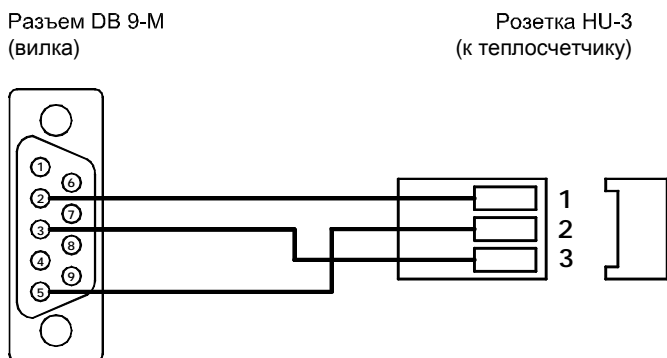
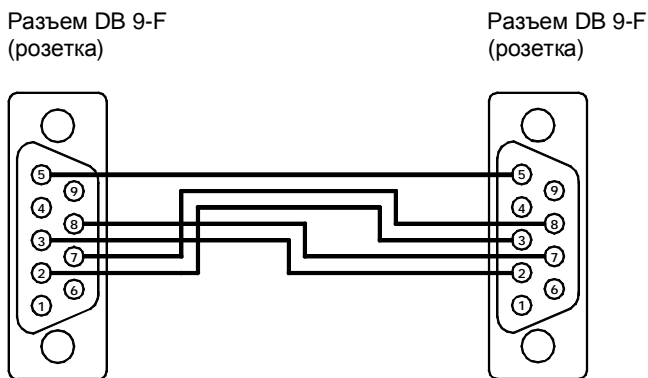

Рис. 7.5
Рис. 7.6
7.6.2 В случае, когда теплосчетчик поставляется с установленным переходным кабелем (см. карту заказа, ПРИЛОЖЕНИЕ А), для считывания данных по интерфейсу RS-232C в ПК необходимо подключить к переходному кабелю, изображенному на рис. 7.5, нуль-модемный кабель (см. рис. 7.6).
7.6.3 Для считывания данных по интерфейсу RS-232C в адаптер переноса данных необходимо подключить адаптер к переходному кабелю (см. рис. 7.5).